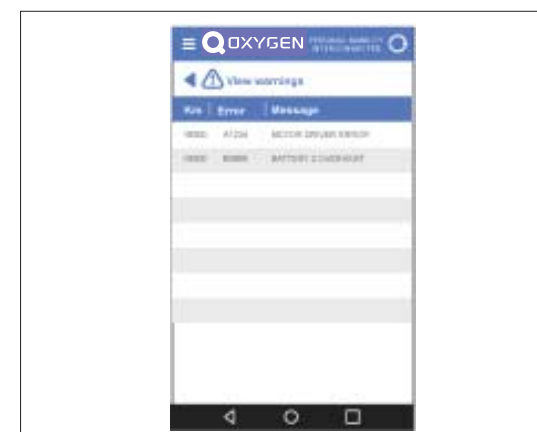

Abb. 13
- die vom System, Abb. 13, erfassten Fehler anzuzeigen;